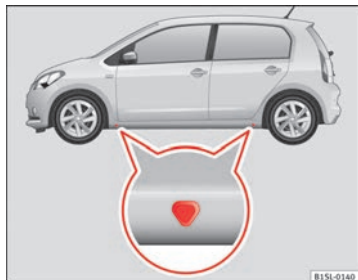

Abb. 146 Aufnahme-
Der Wagenheber darf nur an den gezeigten Aufnahmepunkten (Markierungen in der Karosserie) angesetzt werden → Abb. 146. Es gilt der Aufnahmepunkt, der sich bei dem jeweiligen Rad befindet → ⚠.
5. Den Wagenheberaufnahmepunkt ⇒ **Abb. 146** unter dem Fahrzeug suchen, der dem zu wechselnden Rad am nächsten liegt.